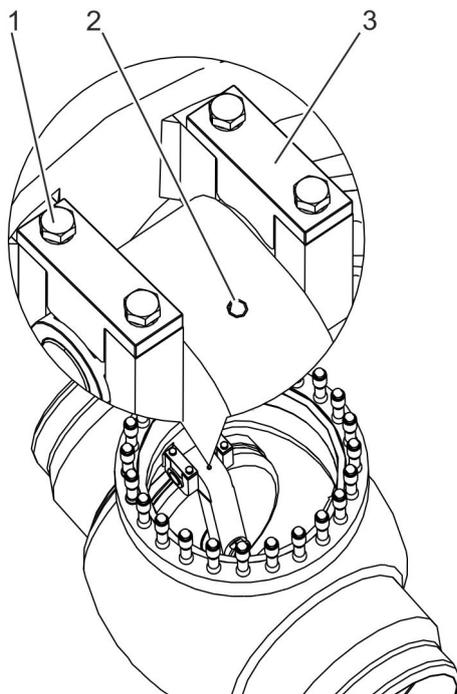

Abb. 33: Plattenhebel anschlagen
- 2.** ▶ Falls Bohrung (Abb. 33/2) im Plattenhebel vorhanden ist: Ringschraube in die Bohrung im Plattenhebel einschrauben.
- 3.** ▶ Verschraubungen (Abb. 33/1, 4 Stück) der Halterung (Abb. 33/3) der Klappenwelle lösen und entfernen.
- 4.** ▶ Halterungen (Abb. 33/3, 2 Stück) entfernen.